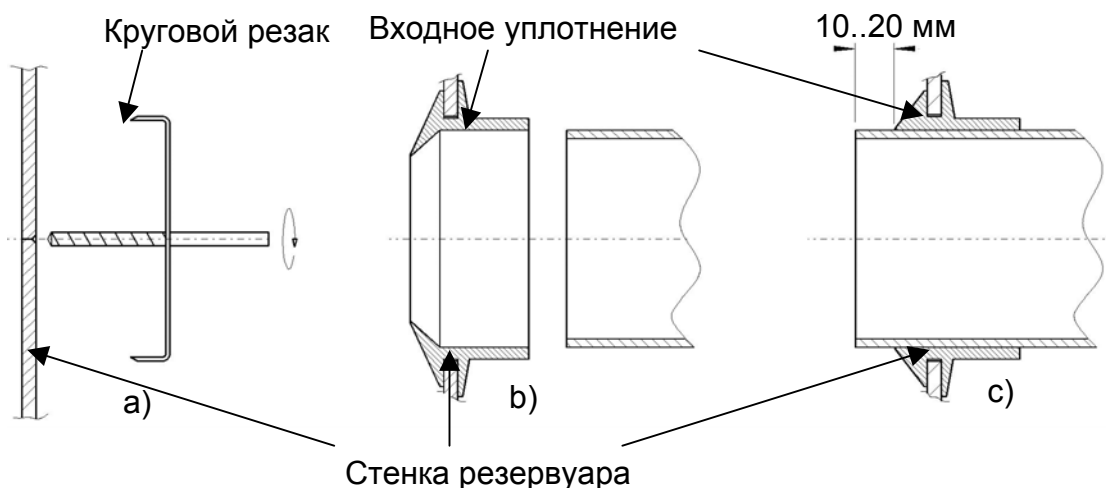

Рис. 8. Присоединение подводящего трубопровода
## ■ Подсоединение подводящего трубопровода (рис. 8):
- в) Вставьте подводящую трубу в уплотнение-вставку, перед этим наденьте на трубку хомут и смажьте ее и уплотнение соответствующей смазкой (Рис. 8с).